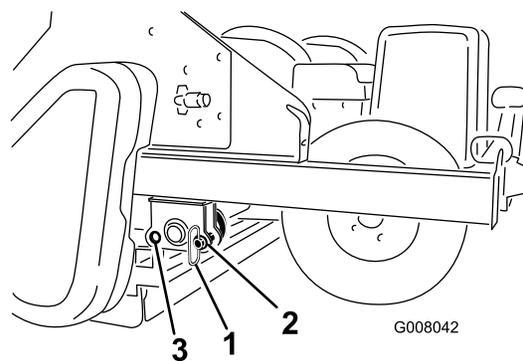

Bild 16
- Nehmen Sie die Parkstifte aus dem hinteren Loch heraus (Bild 16).
- Senken Sie den Prozessor langsam ab, bis er auf den Hinterrollen und Reifen aufliegt. Setzen Sie die Parkstifte in das vordere Loch ein (Bild 16).